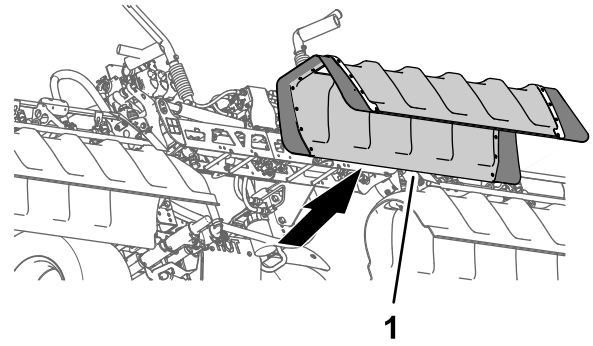

Figura 26
2. Retire la cubierta de la sección central de la máquina (Figura 26).